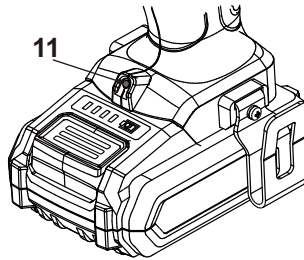

Fig. 16
L'éclairage de travail (11) s'allumera automatiquement lorsqu'une pression sur l'interrupteur marche/arrêt (7) sera exercée (Fig. 16).